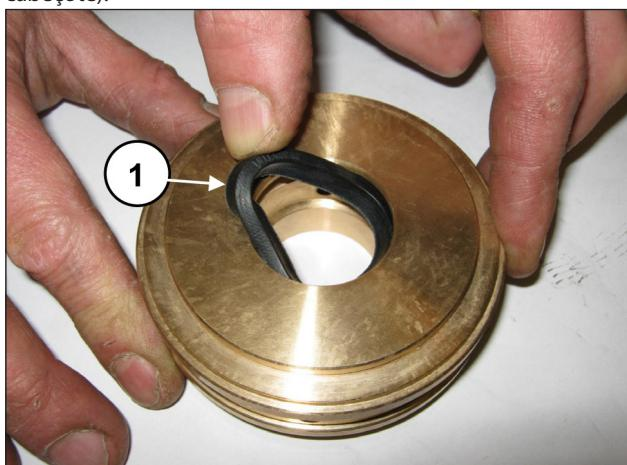

Fig. 177
Insira a junta de baixa pressão no suporte da junta (pos. ①, Fig. 177) prestando atenção no sentido de montagem que prevê as bordas de estanqueidade para frente (em direção ao cabeçote).